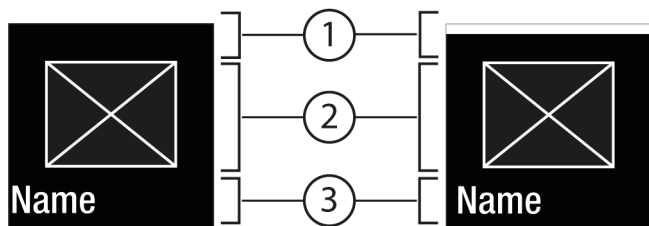
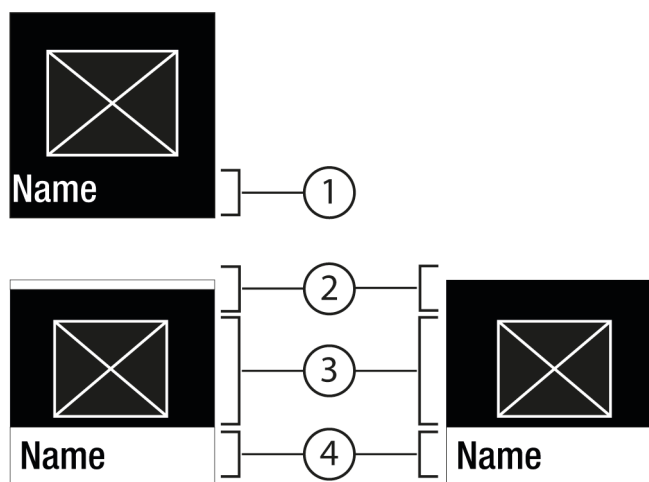

Fig. 6
Fig. 7
- Avec Confirmer Fig. 5 (2), appeler le sous-menu Fig. 7 (4).
- Régler une nouvelle valeur : Avec Confirmer Fig. 5 (2), sélectionner une valeur désactivée Fig. 6 (1).
- Retour au menu : Avec Confirmer Fig. 5 (2), sélectionner la valeur déjà activée Fig. 6 (2).
- ▷ Status : activé Fig. 6 (1) s'affiche brièvement dans le sous-menu Fig. 7 (4).